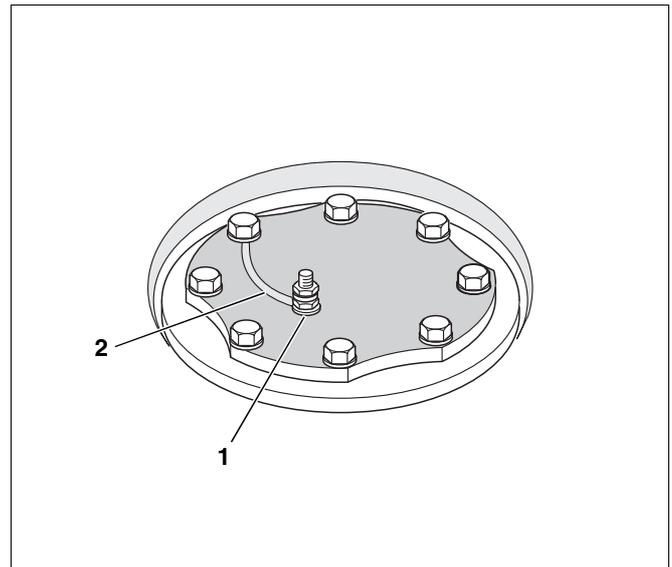

Abb. 12 Einbau der Magnesiumanode (Prinzipdarstellung)
- Öse des Erdungskabels einlegen und Sechskantschrauben eindrehen (Abb. 12).